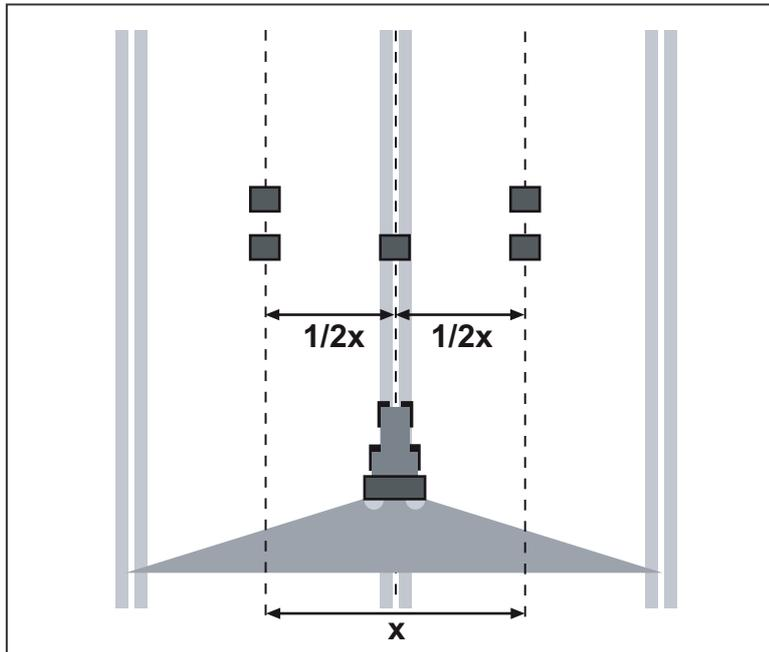

Bild 7.16: Aufstellung für eine Überfahrt
- Je zwei Auffangschalen im Abstand von **1 m** hintereinander in den Überlappungszonen (zwischen den Fahrgassen) und eine Auffangschale in der Fahrspur aufstellen (entsprechend Bild 7.16).